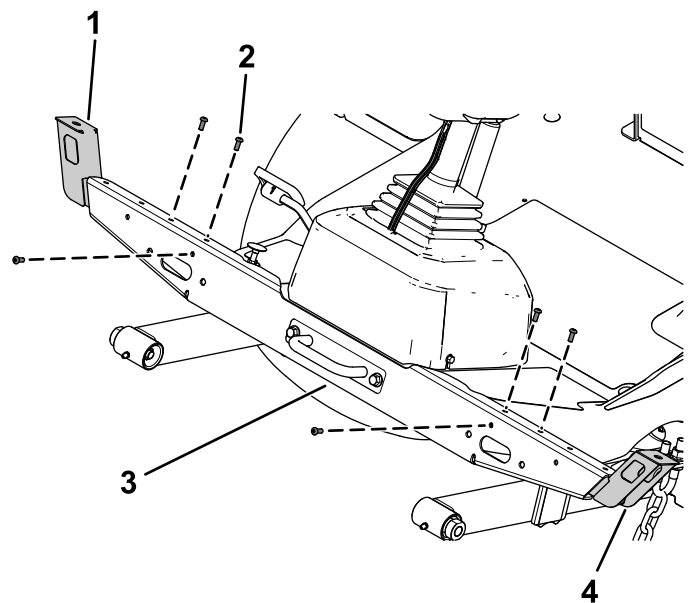

Figure 19
3. Fixez le support de l'éclairage gauche et le support de l'éclairage droit sur le support transversal en vissant 3 boulons à tête ronde (1/4" x 5/8") dans les écrous rapides de chaque côté (Figure 19).